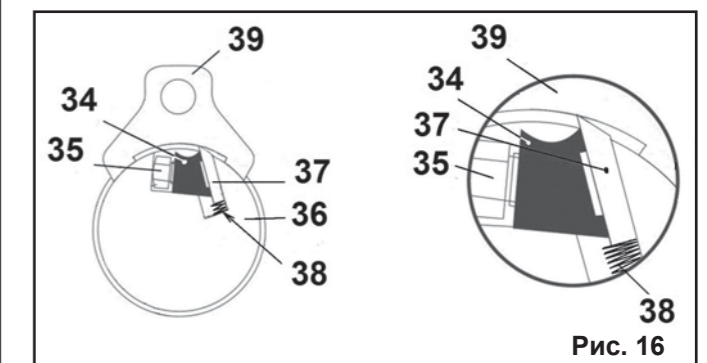

Рис. 16
10.3.4. Для установки строгальных ножей (36) калибром (39) установите вылет режущей кромки строгальных ножей (36) до касания с центральной частью рабочей поверхности калибра (39) (Рис.15-16). На Рис. 16 показан один строгальный нож (37) из четырех, установленных на рабочем валу (34).